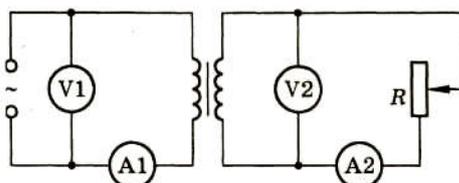

Рисунок 22
1. Составить электрическую цепь по схеме (рисунок 22)